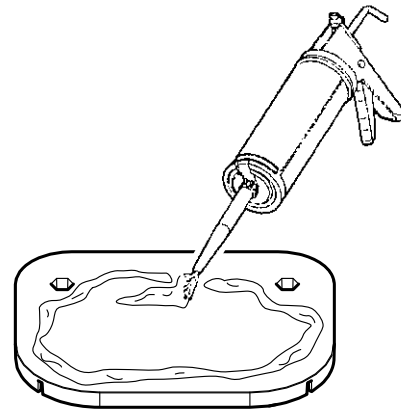

Fig. 9
3. Appliquer du mastic type SIKAFLEX®252 sur les plaques (**Fig. 9**).